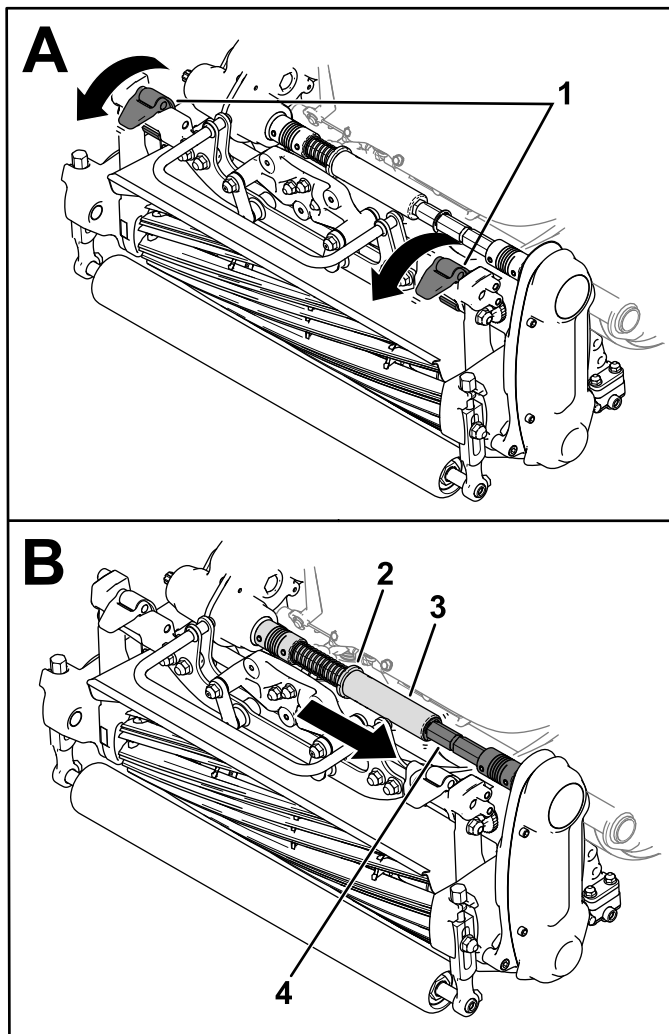

Figura 38
3. Mova os trincos da suspensão para baixo para prender a unidade de corte à máquina (Figura 38).
- Mova o anel para fora da ranhura do veio da união da transmissão e insira o tubo hexagonal no veio da união da unidade de corte (Figura 38).